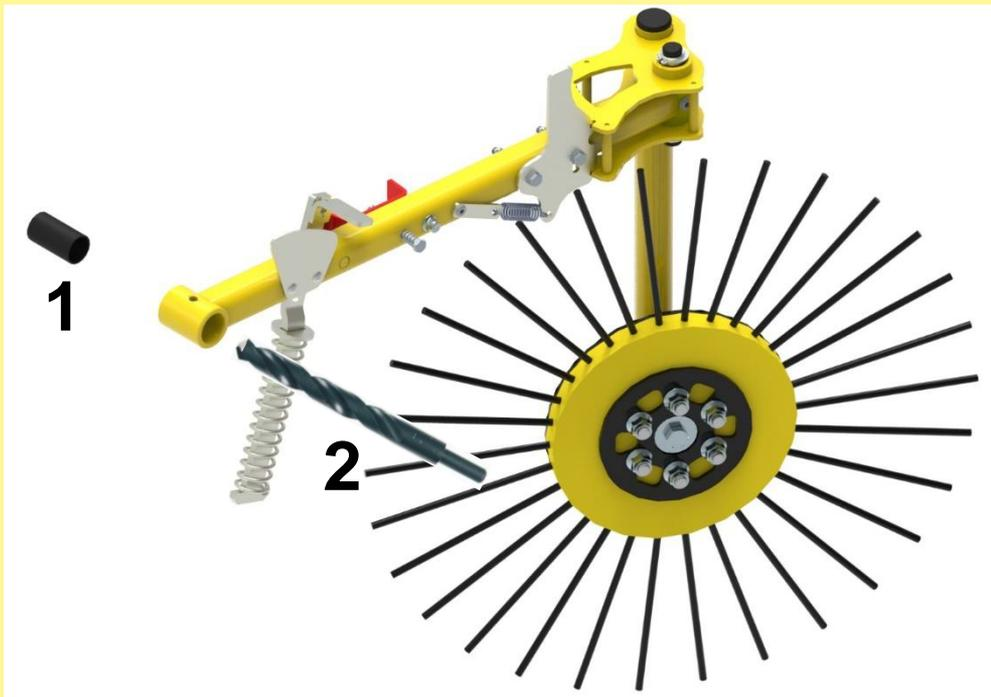

Abbildung 2: Altes Lager entfernen und Buchse aufbohren
Entfernen Sie zuerst das alte Lager mit einem geeigneten Werkzeug und bohren Sie anschließend die Buchse mit dem 25mm Spiralbohrer (E) auf (Abbildung 2).